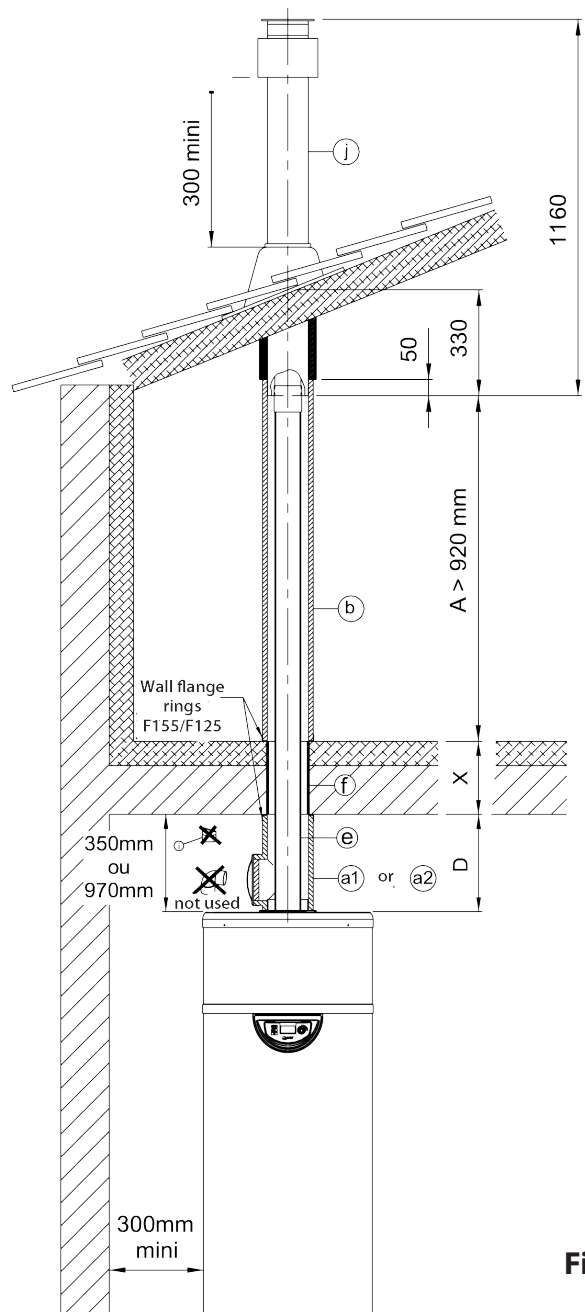
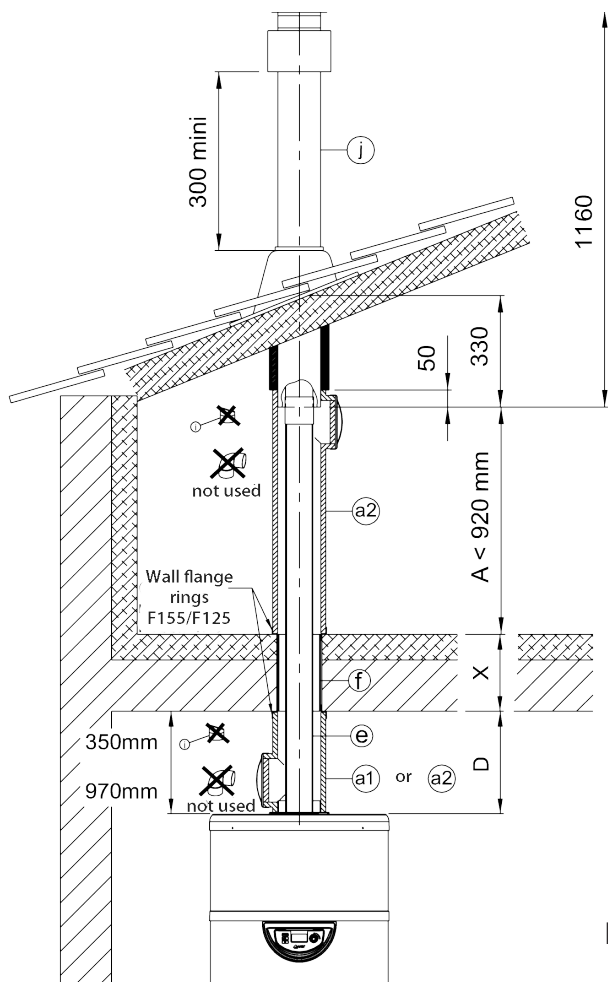

Fig.1
Fig.2
- in de elleboog van de geïsoleerde luchtkanaalmantel (**rep.a2**) **Fig.1**
- of in de Ø125mm geïsoleerde verlengbuis (**rep.b**) **Fig.2**, vervolgens in de Ø125 PVC-buis, en daarna in de elleboog van de geïsoleerde luchtkanaalmantel (**rep.a1 of a2**) (die mogelijk verlengd moet worden [zie hieronder, afhankelijk van de dimensies van «D»]).
- **Als de Ø80 PVC-buis niet kort genoeg is om over de bovenkant te passen**, plaats het in de bocht van het geïsoleerde luchtkanaal (**rep.a1 of a2**) (dat kan worden verlengd [zie hieronder, afhankelijk van de afmetingen van «D»]), vervolgens in de Ø125 PVC-buis, en dan ofwel in de Ø125 geïsoleerde verlengbuis (**rep.b**) **Fig.2** of in de bocht van het geïsoleerde luchtkanaal (**rep.a2**) **Fig.1**.
- Schuif de Ø80 PVC-buis op het onderste deel van de F/F Ø80 verticale terminal (indien van toepassing, door de stopper en afdekking op het geïsoleerde luchtkanaal te verwijderen) (**rep.a2**) **Fig.1**. Schuif de bocht van het geïsoleerde luchtkanaal (**rep.a2**) **Fig.1** of de 50mm geïsoleerde verlengbuis Ø125 (**rep.b**) **Fig.2** op de Ø80/125 verticale terminal door deze voorzichtig verticaal in te drukken.
- Schuif ofwel het geïsoleerde luchtkanaal (**rep.a2**) **Fig.1** of de Ø125 geïsoleerde verlengbuis (**rep.b**) **Fig.2** in de F155/F125 bovenste flensring.